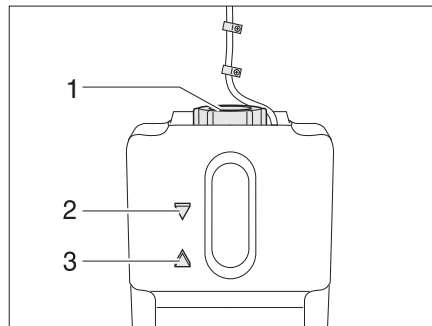

Fig. 363 Vase d'expansion pour le chauffage à eau chaude
- Contrôler si le liquide se trouve entre les marques "MIN" (Fig. 363,3) et "MAX" (Fig. 363,2) sur le vase d'expansion (Fig. 363).
- Ouvrir le bouchon du vase d'expansion (Fig. 363,1).